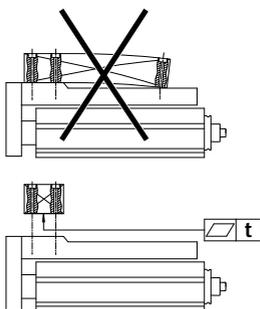

Fig. 5
- Используйте примыкающий элемент с ровной поверхностью. Отклонение плоскостности:  $t = 0,01 \text{ мм}$  → Fig.5